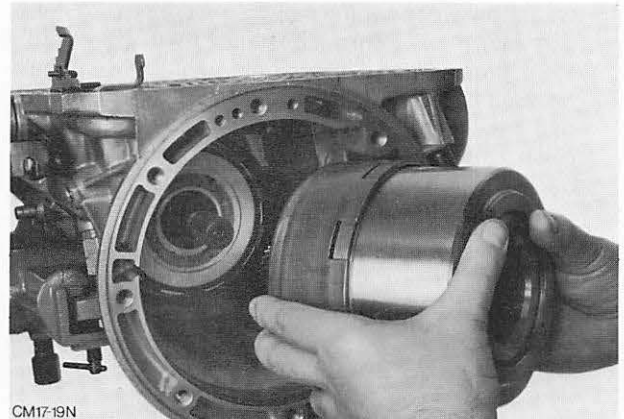

Abb. 92 Komplettierten vorderen Triebssatz in das Getriebegehäuse einsetzen
42. Anlaufscheibe Nr. 5 an den Planetenträger kleben und sicherstellen, daß der Zwischenhebel des vorderen Bremsbandes nach unten hängt. Komplettierten vorderen Triebssatz bei leicht drehender Abtriebswelle montieren. Abb. 92. Beim Montieren des Triebssatzes darauf achten, daß dieser nicht auseinanderfällt.